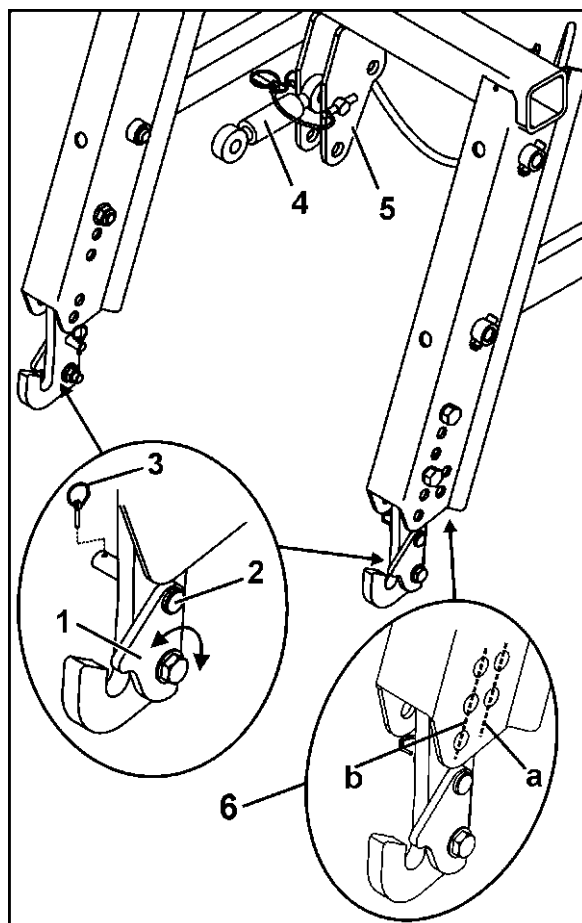

Fig. 41
- Sørg for, at sikringslaskerne (Fig. 41/1) er svinget frem før tilkobling.
4. Sving sikringslaskerne (Fig. 41/1) over liftarmenes tapper, og sørg for at sikre hver sikringslaske med en bolt (Fig. 41/2) og en ringsplit (Fig. 41/3).
5. Topstangen (Fig. 41/4) fastgøres på såmaskinens øverste koblingspunkter og på løfterammen (Fig. 41/5) med bolten og sikres med ringsplit.
Udnyt fangkrogenes (Fig. 41/6) forskellige fastskruningsmuligheder, så den efterløbende såmaskine kan fastgøres så tæt bag valsen som muligt.